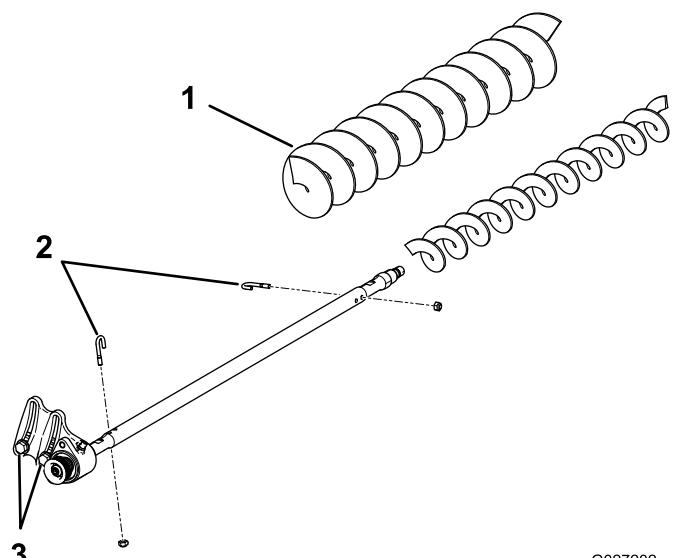

Figure 20
- 3. Enlevez les 2 boulons en J et écrous (Figure 20).
- 4. Faites glisser la brosse existante pour la déposer de l'arbre (Figure 20).
- 5. Desserrez les 2 boulons, rondelles et écrous qui fixent le logement de roulement d'entraînement à son support (Figure 20).
- 6. Glissez la brosse pour grande hauteur de coupe sur l'arbre (Figure 20).
- 7. Fixez la brosse sur l'arbre avec les 2 boulons en J retirés précédemment (Figure 20).